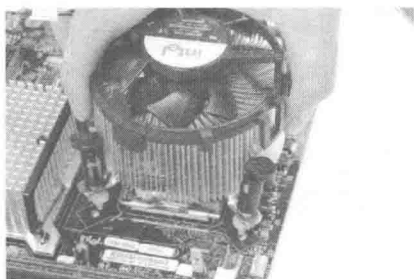

图 1-10 安装 CPU 风扇
(3) 将 CPU 安放到位以后,盖好扣盖,并反方向微用力扣下处理器的压杆。至此, CPU 便被稳稳地安装到主板上,安装过程结束。
(4) 将 CPU 的核心上涂上散热硅胶,不需要太多,只要薄薄涂上一层就可以,主要使 CPU 和散热器接触良好,使 CPU 能稳定地工作。
(5) 将 CPU 风扇平稳地放在 CPU 的核心上,并将散热器的四角对准主板相应的位置,然后用力压下四角扣具即可,如图 1-10 所示。